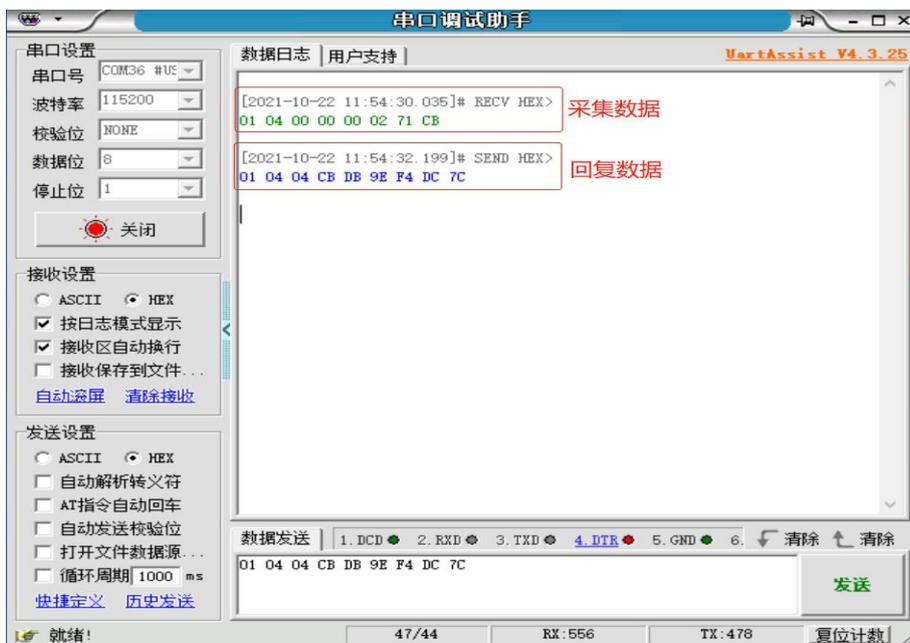

图 23 有人云与节点设备通信示例
(2) 使用变量模板测试数据，在有人云平台选择节点设备点击进去，选择某一变量点击主动采集，云端会下发采集数据，节点设备收到节点设备选用模板的 Modbus RTU 数据后，立马回复对应 Modbus RTU 数据，这时有人云平台节点设备收到回复的数据，如“图 23” 有人云与节点设备通信示例。